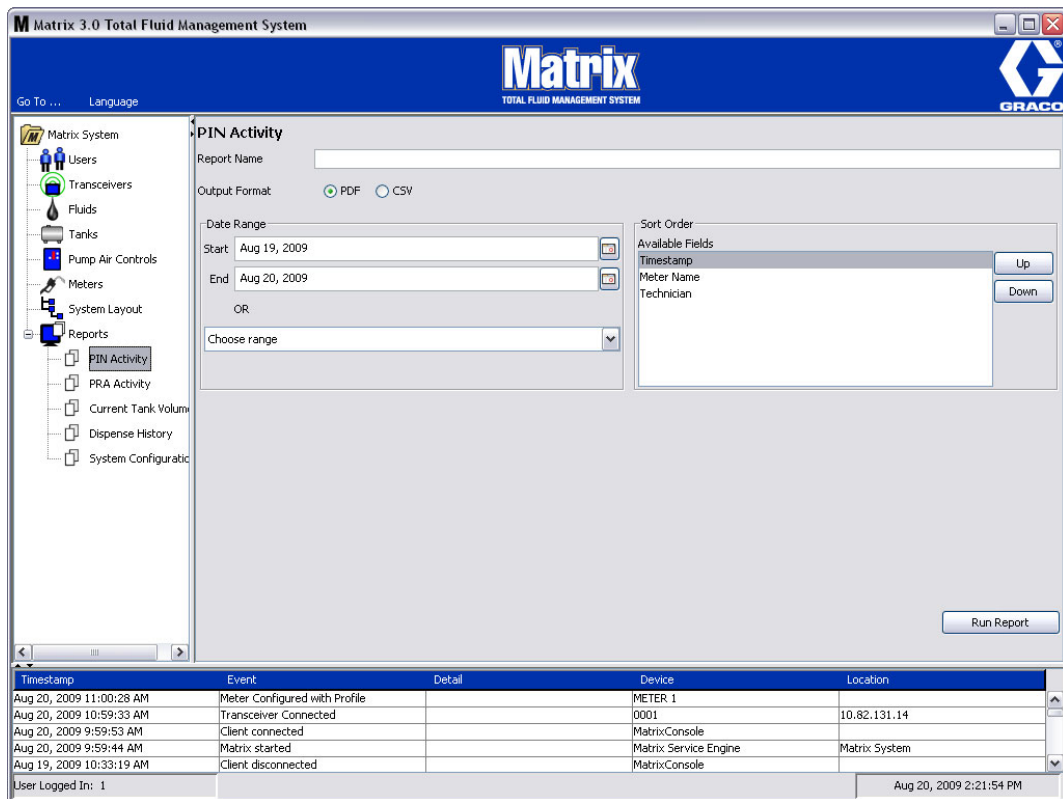

FIG. 101
- **PIN Activity (Attività PIN) (Fig. 101):**